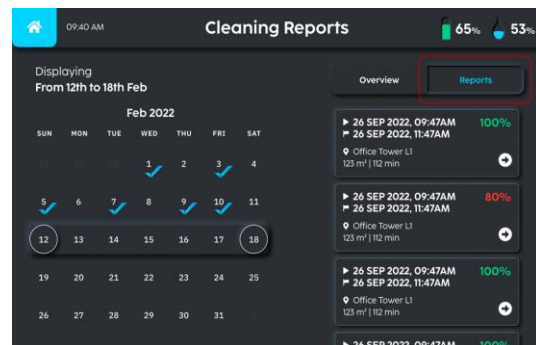

FIGURE 6-15
2. Sélectionnez les 'Rapports de Nettoyage', et cliquez sur l'onglet 'Rapports' (Fig. 6-15).